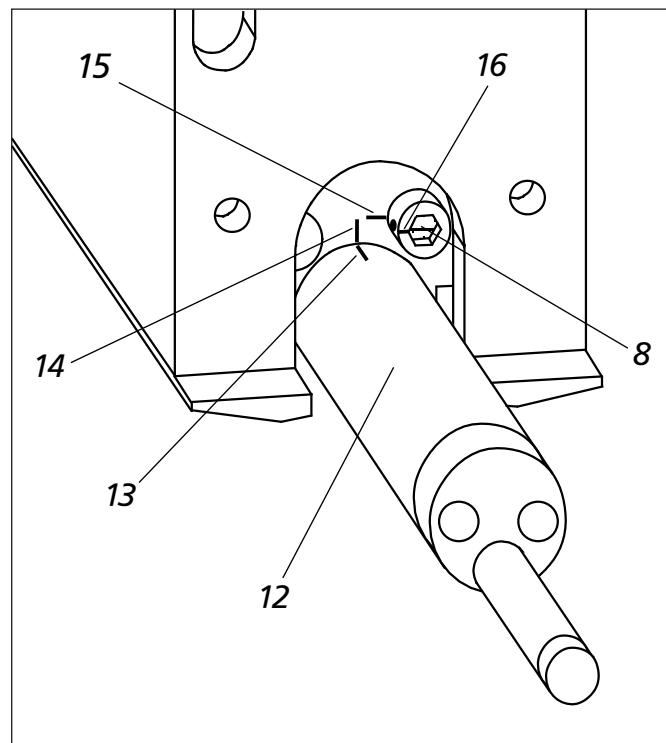

Fig. 3
2. Rimuovere il bloccaggio del tastatore (v. fig. 3): Ruotare di 180° verso destra la vite (8) situata a destra sopra l'alloggiamento del tastatore tramite la chiave a brugola (apertura 2,5), fino a che il segno (16) inciso sulla vite non si sia allontanato dal segno orizzontale (15).
3. Estrarre il tastatore (12) dal suo alloggiamento senza ruotarlo.
5. Allineare il tastatore (solo in MarSurf MFW 250 e MFW 250 B): Ruotare leggermente il tastatore (12), fino a che il segno (13) inciso sul corpo del tastatore non si trovi allineato con il segno verticale (14) sull'unità traslatrice (campo di regolazione ± 2°).
6. Riavvitare il blocco del tastatore: Ruotare la vite (8), fino a far corrispondere il segno (16) inciso sulla vite con il segno orizzontale (15) dell'unità traslatrice.